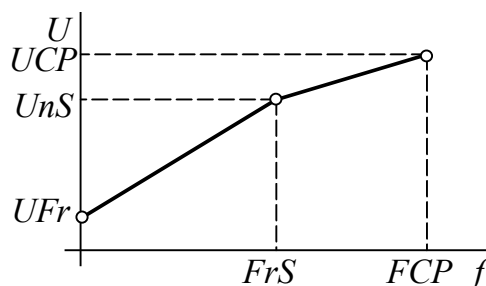

Рис. 6.2 ВЧХ для законов [SVC V], [SVC I] или [FVC]
- [Yes], [Да] – функция активна, а ВЧХ соответствует рис. 6.2;